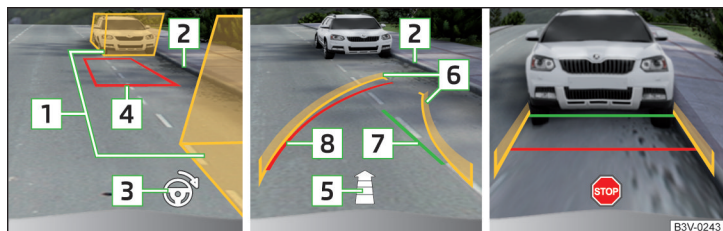

Fig. 186 Indicatoarele de pe afișaj
- > Opriți autovehiculul astfel încât în spațiul dintre casetele ajutătoare [1] » fig. 186 să nu se afle niciun obstacol, iar caseta din spate să nu treacă peste limita laterală a spațiului de parcare [2].